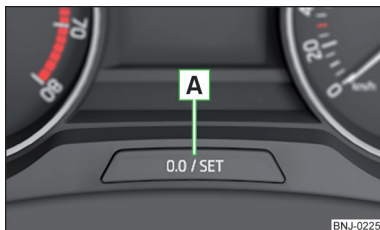

Bild 26
► Tryck lätt på knappen **A** » bild 26 på sidan 30.
- Tryck på knappen **A** » bild 26 och håll den intryckt tills menypunkten **Klocka** visas på displayen.